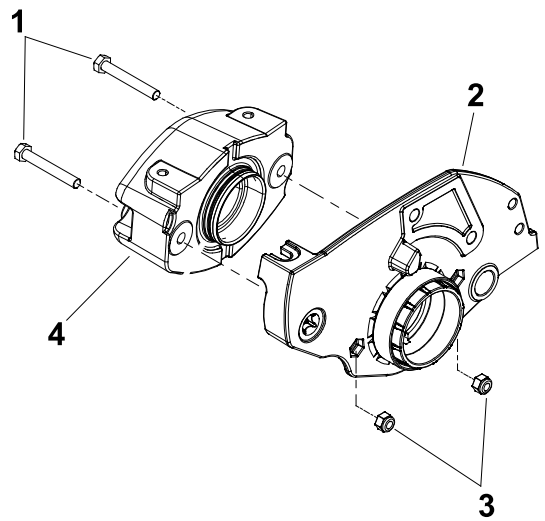

图 16
15. 卸下将配重块固定到右侧板的平头螺丝和六角螺母图 16。